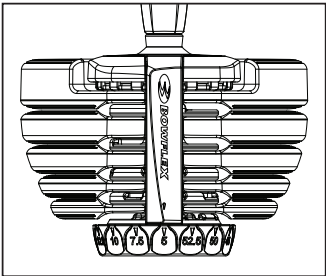

图 1
1. 将哑铃把手放入底座中，旋转两个调节旋钮至最小重量档位（图 1）。当旋钮完全且正确地对准该重量数字时，你会感觉旋钮卡入一个凹槽（称为定位点），并听到轻微而清晰的“咔哒”声，该声响对应每个重量档位的定位位置。